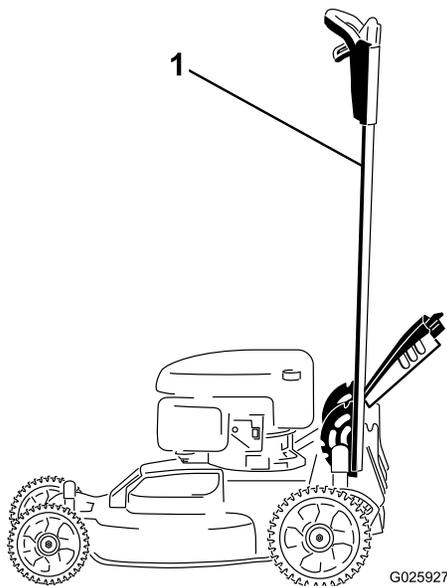

Bild 37
1. Arretieren Sie den Holm in der vertikalen Stellung (Bild 37), siehe Einstellen der Holmhöhe (Seite 12).